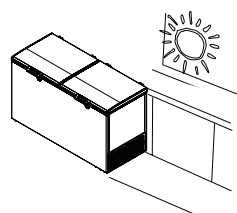

Fig. 2
- Para una óptima operación, evite colocar el equipo cerca de fuentes de calor como: rayos solares, hornos, cocinas, quemadores, calentadores, etc. Al estar cerca de altas temperaturas ocasiona deficiencia en el enfriamiento e incrementa el consumo de energía. Ver Fig. 2